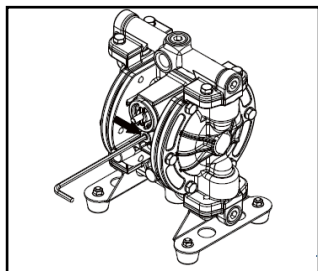

Figure 42
- Desserrez la fiche avec une clé hexagonale et retirez l'air restant de l'intérieur de la pompe (voir Figure 42).